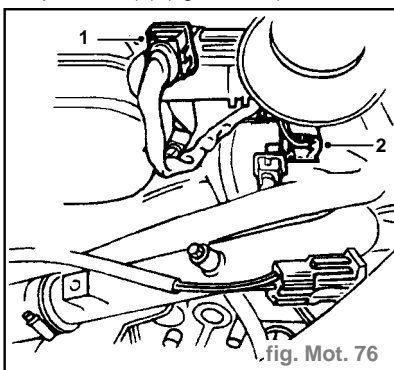

fig. Mot. 76
- Débrancher la fiche multibroches de la sonde MAP (2).
- Enlever le boulon maintenant le collecteur d'admission sur le support de soutien (3).
- Débrancher la fiche multibroches du capteur TP (1) (fig. Mot. 76).